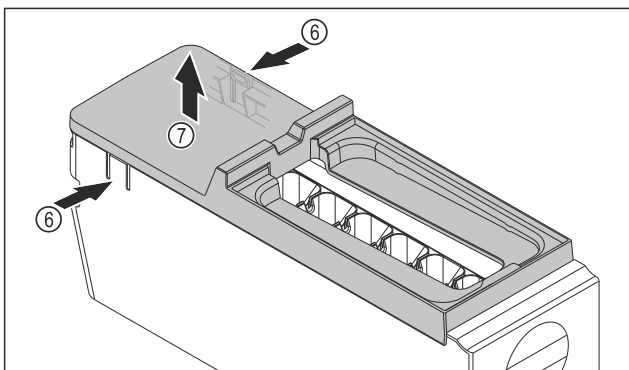

Fig. 213
- ▶ Vegye le az EasyTwist-Ice egység testének fedelét: Nyomja meg az egyik kezével a füleket Fig. 213 (6) az EasyTwist-Ice egység testének mindkét oldalán.
- ▶ Vegye ki a fedelet Fig. 213 (7) a másik kezével felfelé.